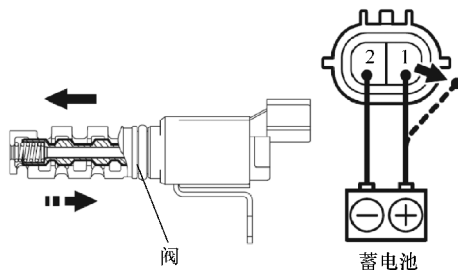

图 12-19 检查阀的运动情况
5) 如图 12-19 所示，将蓄电池正极（+）引线连接到端子 1，负极（-）引线连接到端子 2，并检查阀的运动情况。
| 施加蓄电池正极（+） | 滑阀沿如图 12-19 所示的左箭头方向运动 |
| 切断蓄电池正极（+） | 滑阀沿如图 12-19 所示的右箭头方向运动 |